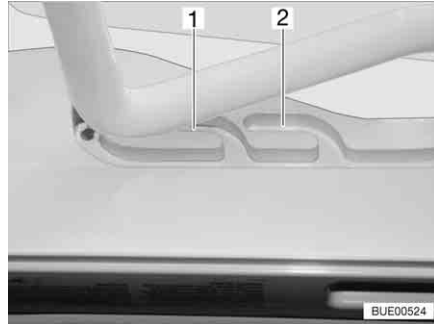
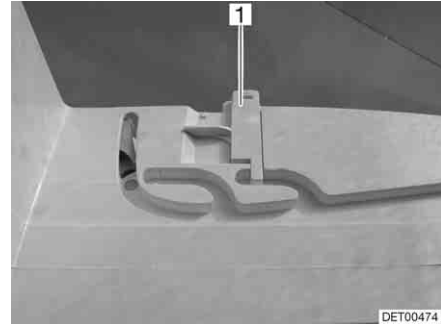

Bild 55 Heki-Dachhaube in Lüftungsstellung
Bild 56 Verriegelung Lüftungsstellung
Die Heki-Dachhaube kann in zwei Lüftungsstellungen gebracht werden: Schlechtwetterstellung (Bild 55,1) und Mittelstellung (Bild 55,2). Je nach Modell kann die Dachhaube in der Mittelstellung mit dem Riegel (Bild 56,1) verriegelt werden.
- Den Bügel leicht nach oben drücken und in die gewählte Führung (Bild 55,1 oder 2) schieben und ggf. verriegeln.